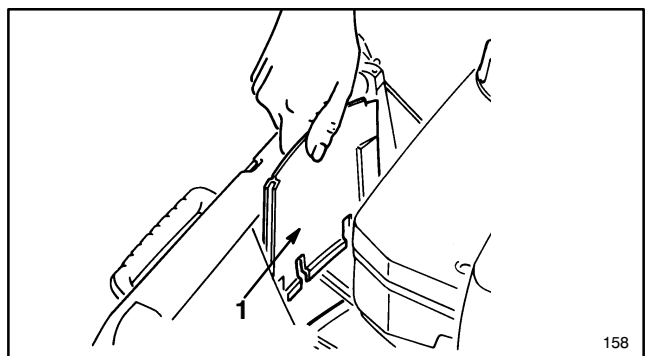

Figure 33
3. Retirez le panneau vertical à l'avant de la transmission en le tirant en ligne droite vers le haut (fig. 33).